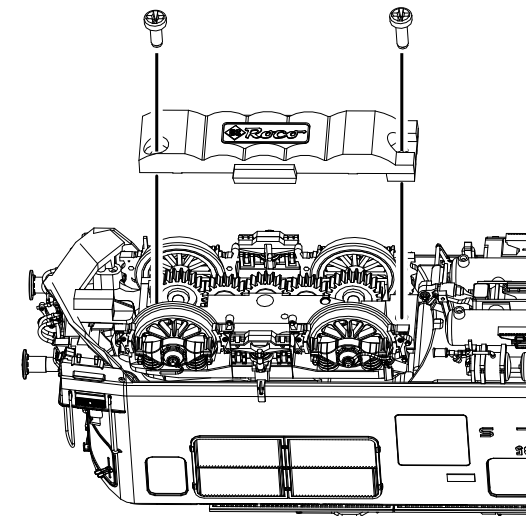

Fig. 10
**Ausführung für Wechselstrom:** siehe Fig. 10
**A.C. operation:** see fig. 10
voir fig. 10